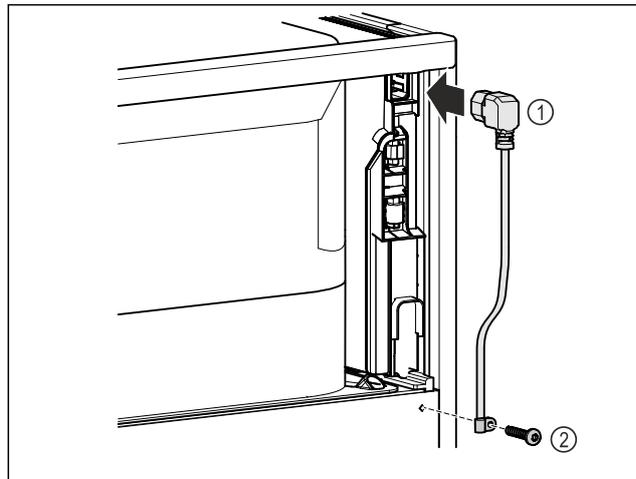

Fig. 9
- ▶ Au dos de l'appareil, branchez la prise pour appareil froid du câble d'alimentation Fig. 9 (1).
- ▶ Montez le serre-câble. Fig. 9 (2)